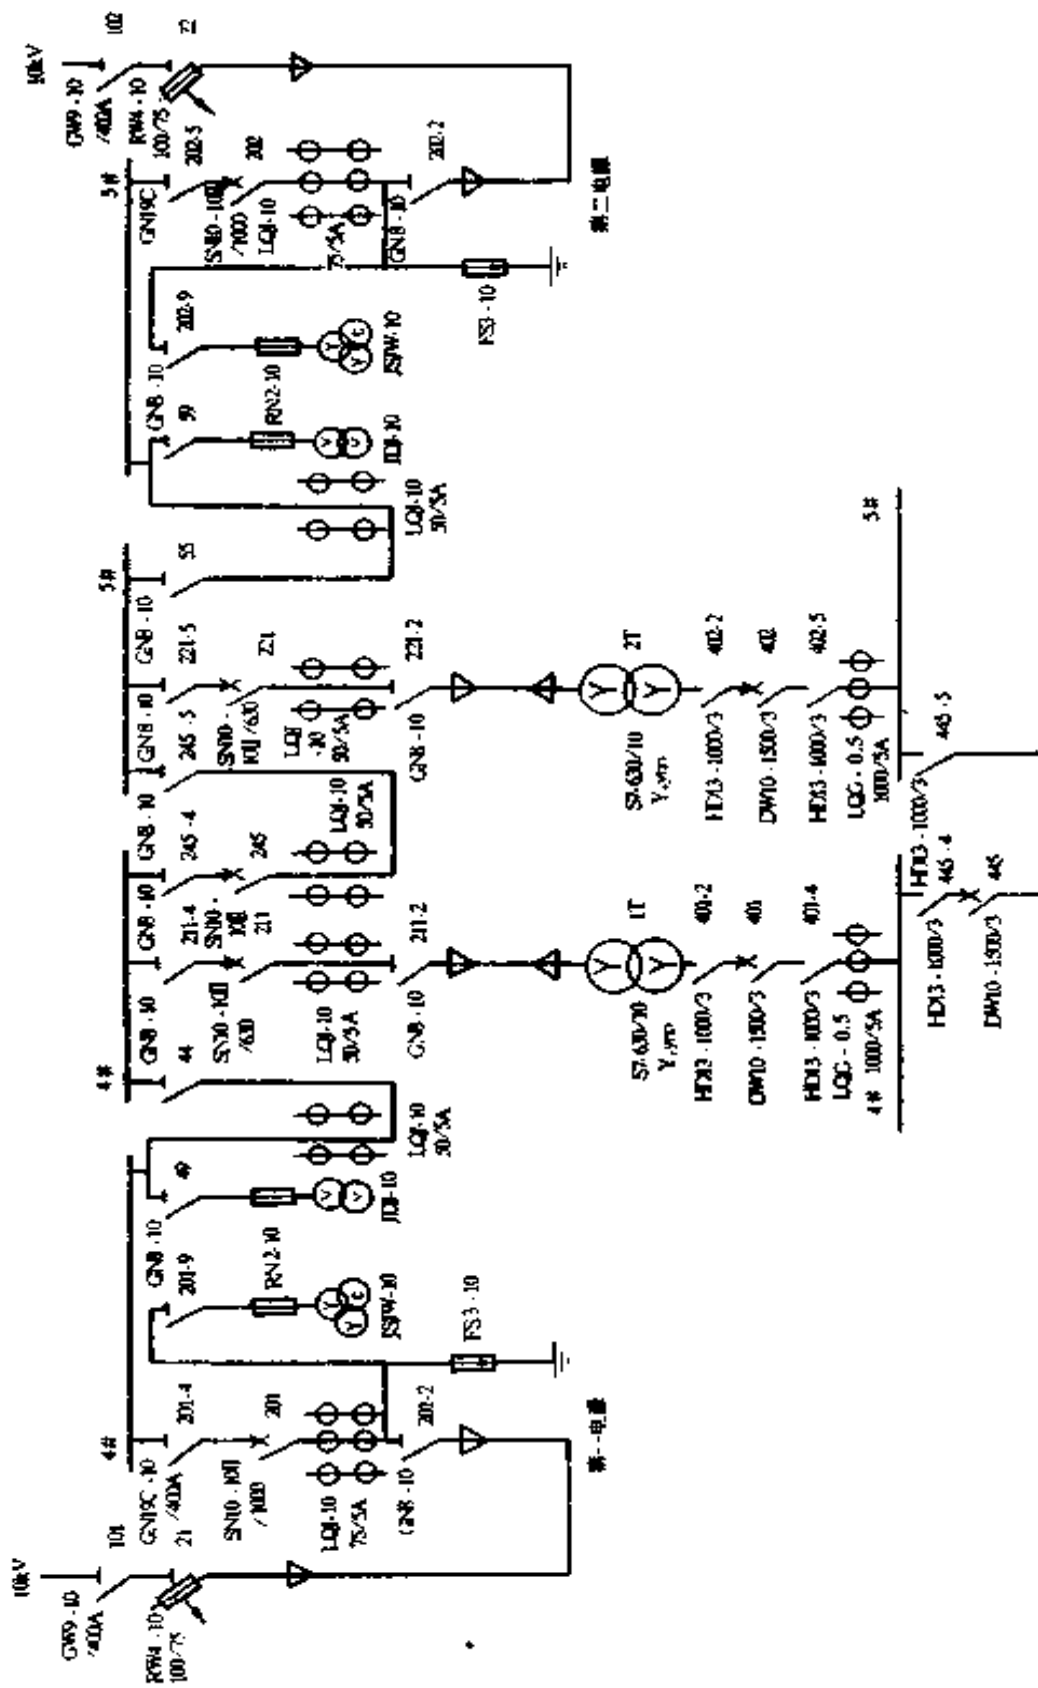

图 2-44 高压供电高压计量双路供电系统图
① 双路电源用户:从 101 开关开始,画出两路电源,每段母线各供一台变压器(单母线不分段则供两台变压器),画至低压母线(含母联开关);如图 2-44 所示。